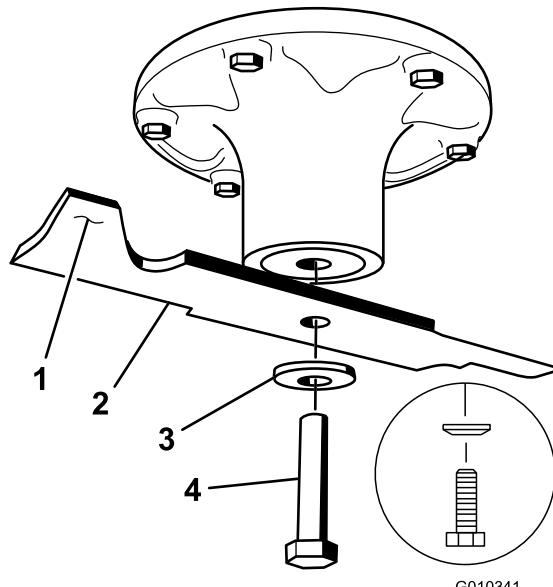

Figura 69
2. Retire del eje el perno de la cuchilla, la arandela curva y la cuchilla (Figura 69).
- ## 1. Instale la cuchilla en el eje (Figura 69).
2. Instale la arandela curva (con la copa hacia la cuchilla) y el perno de la cuchilla (Figura 69).